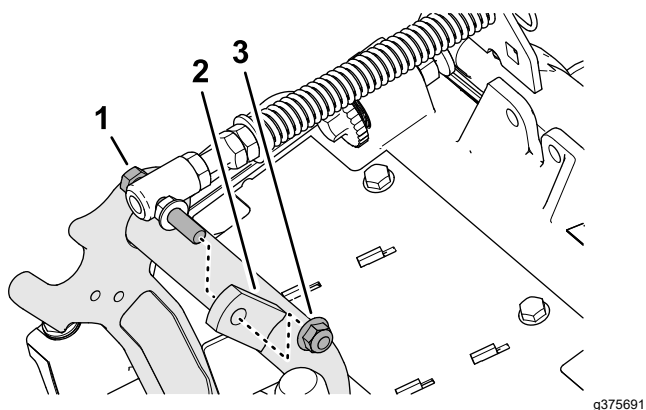

Figura 18
3. Retire la contratuerca con arandela prensada ($\frac{3}{8}$ ") que fija el tornillo del muelle de compensación del césped a la pestaña derecha del bastidor de tiro, y retire el muelle de compensación de la unidad de corte (Figura 18).